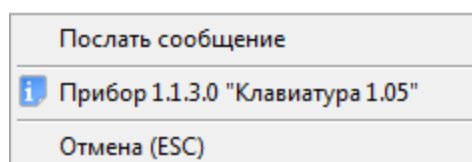

Рисунок 8-163 Контекстное меню для прибора "С2000-К"
- на пиктограмме прибора «С2000-К» и в контекстном меню (см. Рисунок 8-163) выбрать пункт «Послать сообщение»;